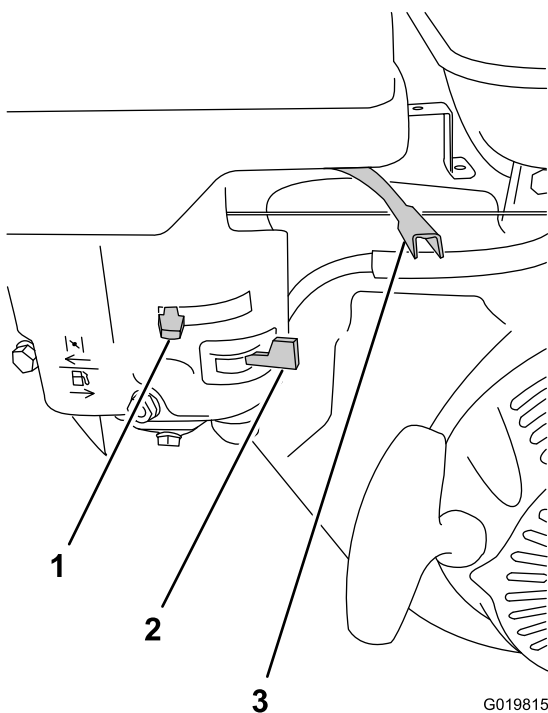

Figura 25
2. En el motor, mueva la palanca del acelerador de la distancia entre la posición MIN y la posición MAX (Figura 25).
3. Mueva la palanca de la válvula de combustible a la posición de ABIERTO, totalmente hacia la derecha (Figura 25).
- Para arrancar un motor frío, mueva la palanca del estarter a la izquierda, a la posición de totalmente CERRADO (Figura 25).
1. Mueva la palanca del acelerador a la posición de LENTO (tortuga) (Figura 25).
3. Mueva la válvula de combustible a la posición de CERRADO (Figura 25) y gire el interruptor de Encendido/Apagado del motor a la posición de APAGADO.